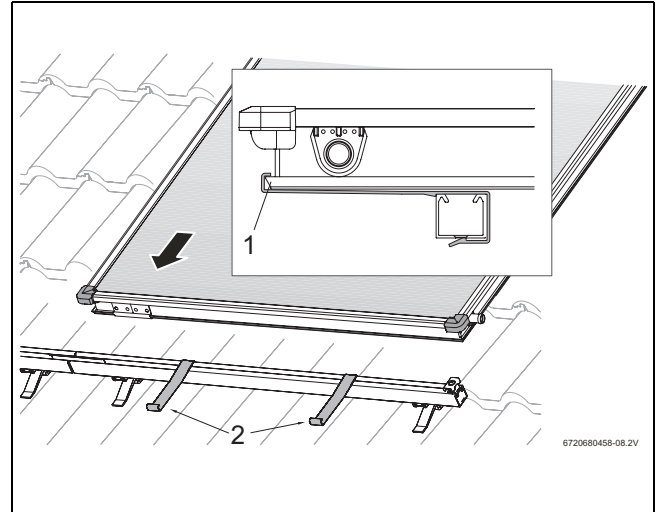

Bild 38 Ersten Kollektor auf die Profilschienen legen
- ▶ Den ersten Kollektor auf die Profilschienen legen und in die Abrutschsicherungen gleiten lassen (Bild 38).
Die untere Kollektorkante (Bild 38, [1]) muss in der Öffnung der Abrutschsicherung liegen.